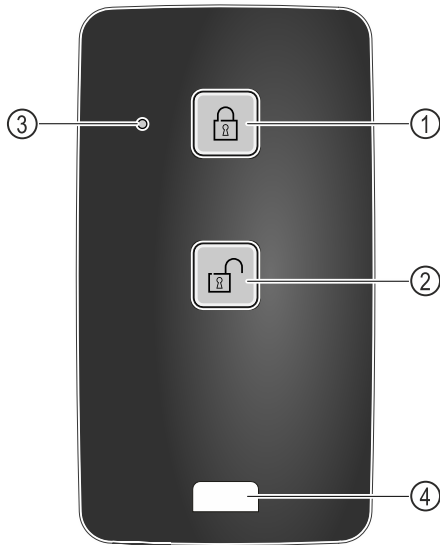

Fig. 139
- ▶ Paspauskite mygtuką Fig. 139 (1) ant nuotolinio valdymo pulto.
- ▶ Paspauskite mygtuką Fig. 139 (2) ant nuotolinio valdymo pulto.
- ▶ Paspaudus mygtuką, būsenos šviesos diodas Fig. 139 (3) duoda vaizdinį atsaką.
- ▶ Ašos Fig. 139 (4), skirtos tvirtinti nuotolinio valdymo pultą, pavyzdžiui, prie raktų ryšulio.